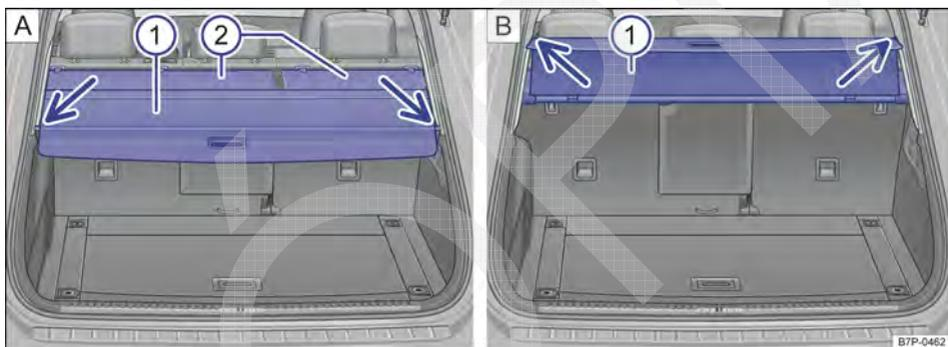
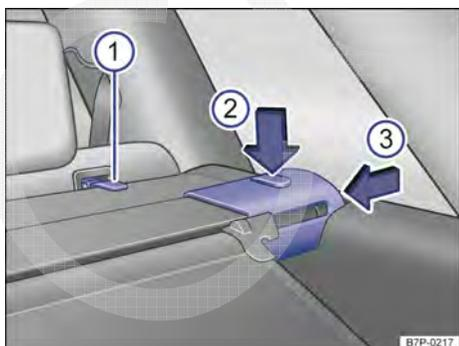

Fig. 208 No compartimento de bagagem: cobertura do compartimento **A** fechada e **B** na posição de conforto.
Fig. 209 No compartimento de bagagem: desinstalar cobertura do compartimento de bagagem.
- Puxar a cobertura do compartimento de bagagem → Fig. 208 **1** pela alça um pouco para trás.
- Desprender a cobertura do compartimento de bagagem dos suportes laterais → Fig. 208 **A** (setas) para baixo e conduzir a cobertura do compartimento de bagagem manualmente para frente.
- Prender a cobertura do compartimento de bagagem nos suportes laterais à direita e à esquerda → Fig. 208 (setas).
A cobertura do compartimento de bagagem pode ser colocada em uma posição mais alta que facilita o carregamento → Fig. 208 .
- Se for o caso, desenganchar a cobertura da abertura  dos olhais de retenção dos encostos do banco traseiro → Fig. 209 .
- Colocar primeiramente a cobertura do compartimento de bagagem → Fig. 208  no alojamento esquerdo.
- Pressionar o botão de destravamento → Fig. 209  para baixo e comprimir a cobertura do compartimento de bagagem .
- Se for o caso, enganchar novamente a cobertura da abertura → Fig. 208  nos olhais de retenção dos encostos do banco traseiro → Fig. 209 .